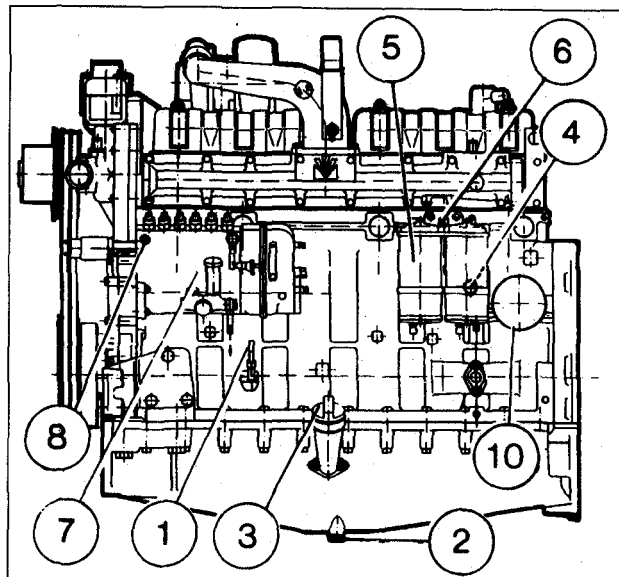
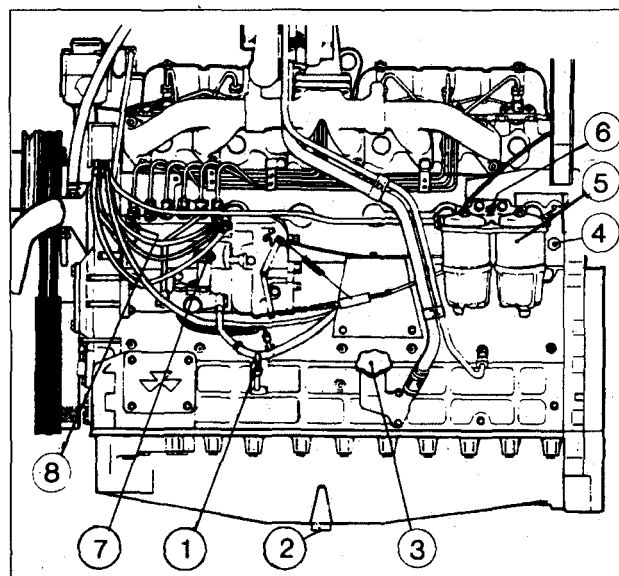

Fig. 8 (M-F 3670).
Fig. 9 (M-F 3690).
– (Fig. 8, M-F 3670), (Fig. 9, M-F 3690):